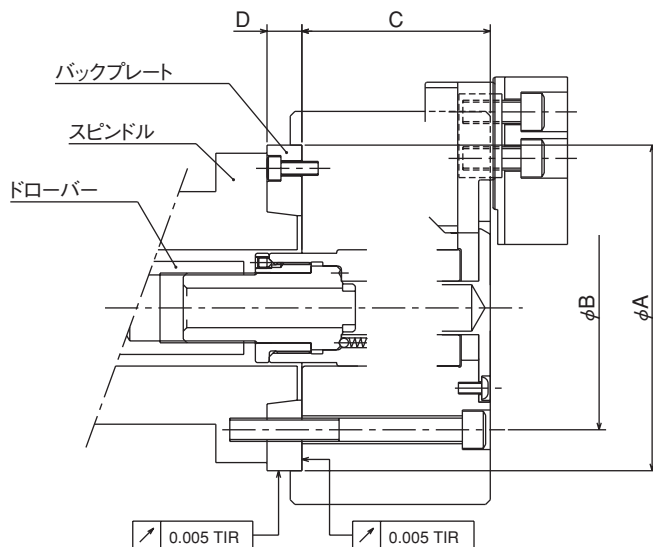

図 16
- 図 16 は JIS ショートテーパー規格の場合である。